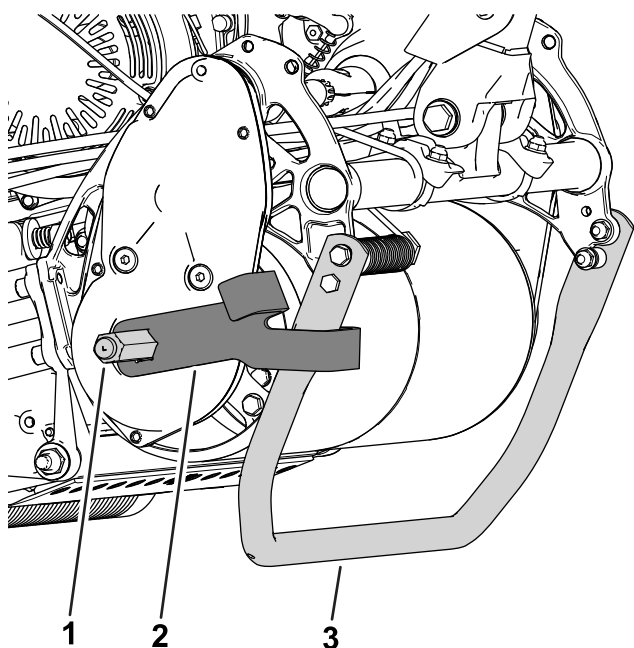

Figure 10
- **Tambour réglé à la position HAUTE** : glissez le support sur l'arbre en orientant la branche la plus longue vers la machine (comme montré à la Figure 10).